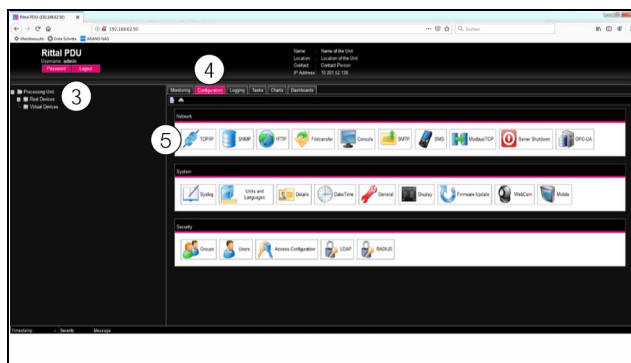

Imagen 18: Adaptación de los ajustes TCP/IP
- Haga clic sobre el botón «Login», para mostrar la página web del equipo. Se mostrará la ventana de menú del equipo (cf. imagen 18).
Se mostrará la ventana de menú del equipo (imagen 18).
- Haga clic en la parte izquierda de la ventana (zona de navegación) sobre la entrada **Processing Unit** (imagen 18, pos. 3) y en la parte derecha (zona de configuración) sobre la pestaña **Configuration** (imagen 18, pos. 4).
- Haga clic en el marco de grupo **Network** sobre el botón **TCP/IP** (imagen 18, pos. 5).